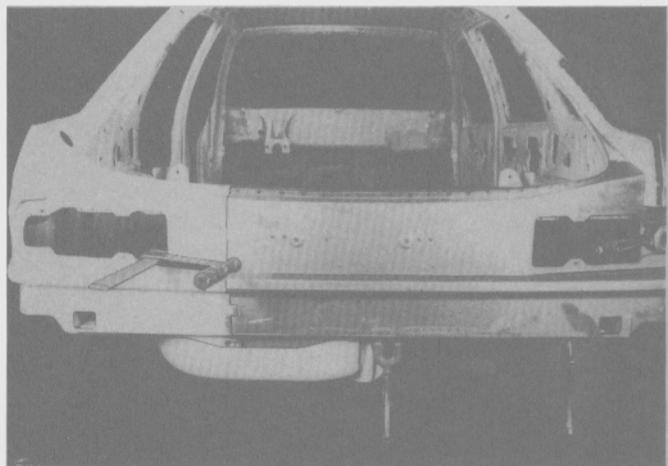

Fig. 286
- Montar la sección del panel y sujetarla con pinzas (Fig. 286).